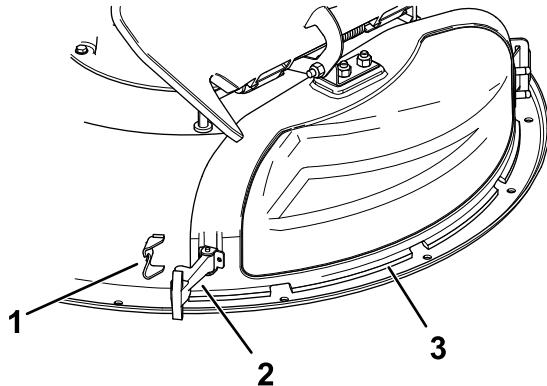

Figure 11
3. Dégarez le loquet à poignet flexible de la gâche sur le couvercle d'éjection et faites pivoter ce dernier sur la droite (Figure 11).
6. Fixez le couvercle d'éjection au plateau de coupe en accrochant le loquet à poignée flexible du couvercle d'éjection à la gâche sur le plateau de coupe (Figure 11).